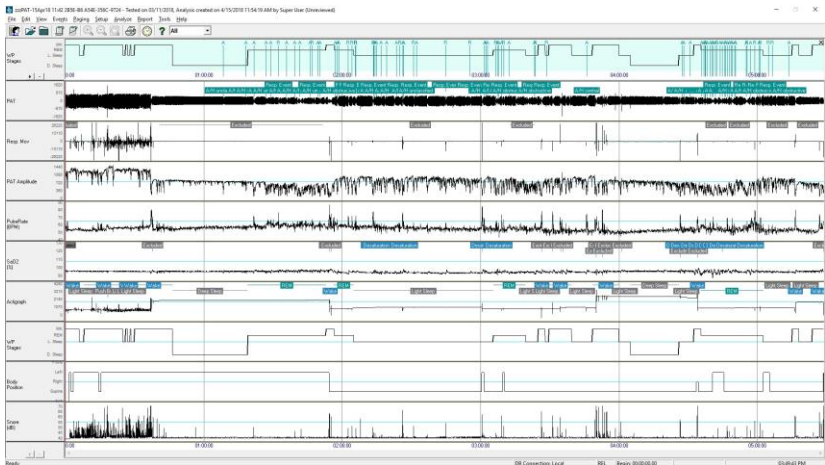

Abbildung 3 – Beispielbildschirmanzeige des zzzPAT-Auswertungsprogramms
3. Die zzzPAT-Auswertungssoftware (siehe Abbildung 3) ist ein proprietäres Computerprogramm, das von Ihrem Arzt für den Start der Messung sowie Abruf, Auswertung und Darstellung der Messdaten verwendet wird. Nähere Informationen hierzu finden Sie im zzzPAT-Benutzerhandbuch.